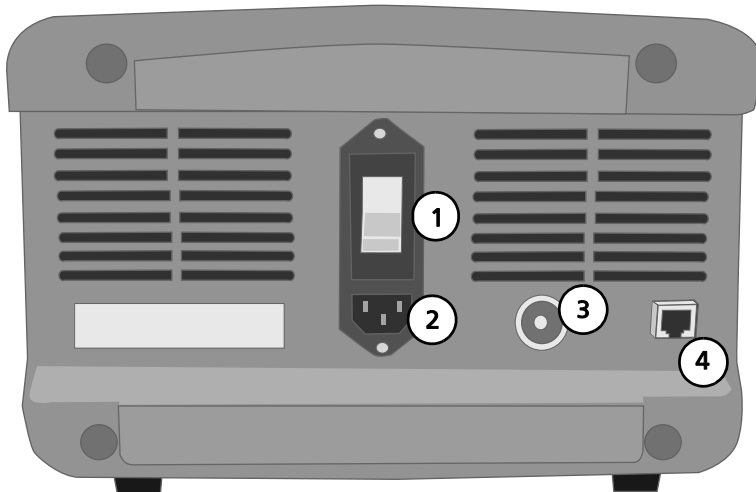

Figura 6.2. Caricabatterie (retro)
2. Portare l'interruttore di sicurezza in posizione di spegnimento. Vedere la Figura 6.2, "Caricabatterie (retro)", a pagina 28.